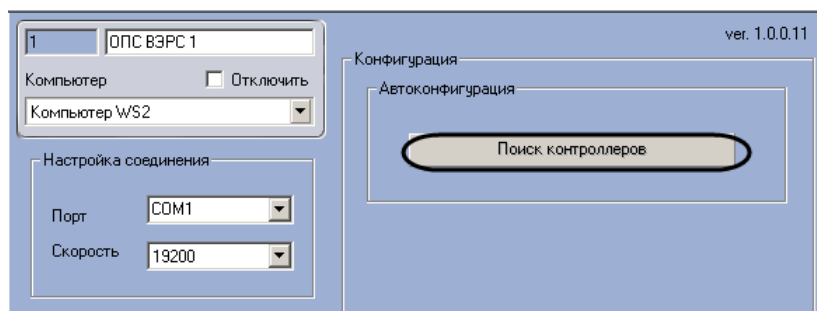

Рис. 3.3—1 Автоматическое построение дерева объектов
1. Перейти на панель настроек объекта **ОПС ВЭРС** (Рис. 3.3—1).
2. Нажать на кнопку **Поиск контроллеров** (Рис. 3.3—1).